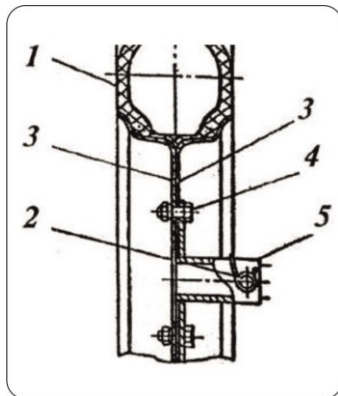

Рис. 5
- Колесо состоит из пневматической или литой шины 1 (рис.5), диска 3 и ступицы 5. Если наружная часть протектора шины выполнена в виде елочки, то при установке на мотоблок, колеса установите углом вперед. Диск состоит из двух половин, соединенных между собой болтами. Ступица 5 крепится к диску пятью болтами 4 с гайками.
- Установите мотоблок на устойчивые подставки и, вынув стопор 2 (рис.5), снимите колесо с выходного вала редуктора.